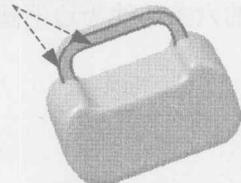

图 1.14 选取边倒圆参照
Step9. 创建边倒圆特征 5。选取图 1.14 所示的两条边线为边倒圆参照，其圆角半径值为 3。